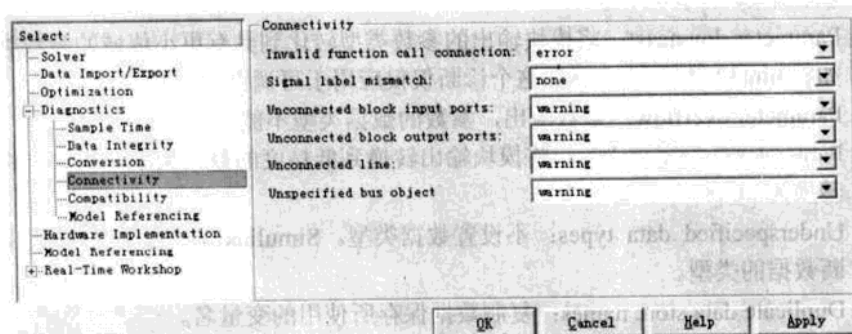

图 3.11 设置 Connectivity 参数
5) Connectivity: 这个选项组可以设置相应的诊断, 以便在模型编译过程中 Simulink 检测到模块的连接问题时采取相应的措施, 如图 3.11 所示。